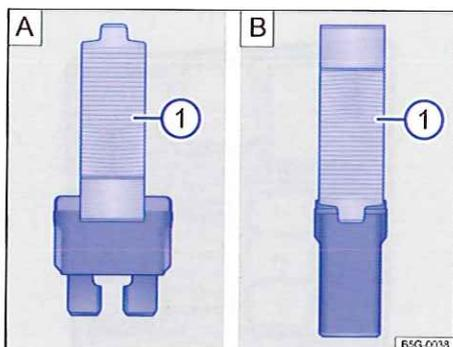

Fig. 252 Retrait ou mise en place du fusible à l'aide de la pince en plastique : A : fusible enfichable plat, B : fusible-bloc
- Selon la version du fusible, faites glisser l'agrafe appropriée de la pince en plastique ⇒ fig. 252 A  ou ⇒ fig. 252 B  latéralement sur le fusible.